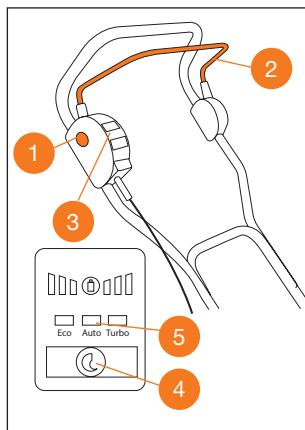

Рис. 13
2. Установите ключ безопасности. Выберите необходимый режим работы на панели управления ③.
3. Нажмите кнопку блокировки включения ① (Рис. 13).
4. Продолжая удерживать кнопку блокировки включения, прижмите рычаг включения двигателя ② к рукоятке (Рис. 13). Двигатель заработает и нож начнёт вращение.
5. Отпустите предохранительную клавишу ①, продолжая прижимать рычаг включения двигателя ② начинайте работу с изделием.
6. Для остановки двигателя, отпустите рычаг включения двигателя ②.
Газонокосилка имеет 3 режима работы: **Авто**, **Эко** и **Турбо**. Для смены режима работы, нажмите кнопку переключения ④. На панели управления отобразиться выбранный режим газонокосилки ⑤ (Рис. 13).